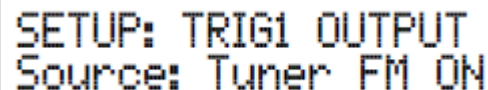

Рисунок 23
8.Поворачивайте регулятор VOLUME до тех пор, пока не будет отображена индикация “SETUP: TRIG1 OUTPUT, Source: TUNER FM ON”. Смотрите рисунок 23.